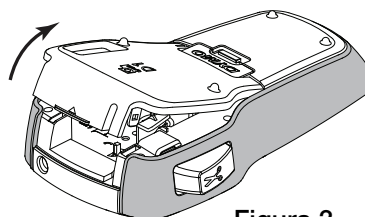

Figura 3
- 1 Sollevare il coperchio della cartuccia per aprire lo scomparto. Vedere la Figura 3.